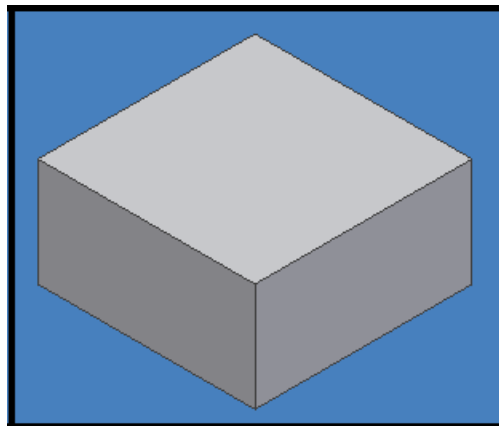

Figura 3.21 *Solido generado en 3-D.*
- Introduzca un valor distinto para generar el solido y presione ENTER, figura 3.21.